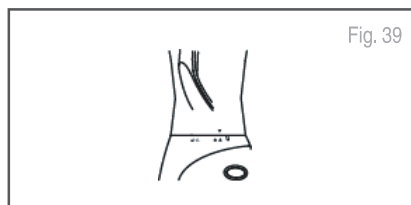

Fig. 39
2. Coloque la licuadora en la base de la procesadora sobre el dial de control de velocidades con el mango hacia la izquierda. La flecha gris ▲ que se encuentra debajo del mango de la jarra de la licuadora debe alinearse con la flecha gris △ que se encuentra en la base de la procesadora de alimentos (Fig. 39).